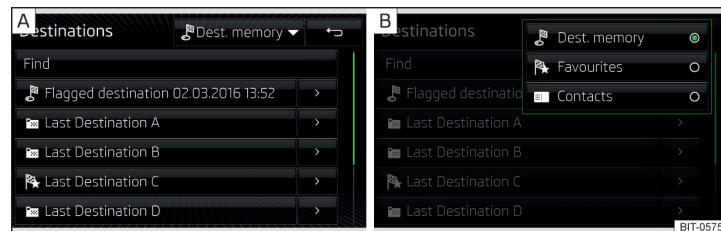

Fig. 208 Lista de los destinos guardados / Seleccionar categorías de los destinos guardados
- Pulsar la superficie funcional  » fig. 208 - [A] y seleccionar unas de las siguientes categorías de los destinos guardados » fig. 208 - [B]